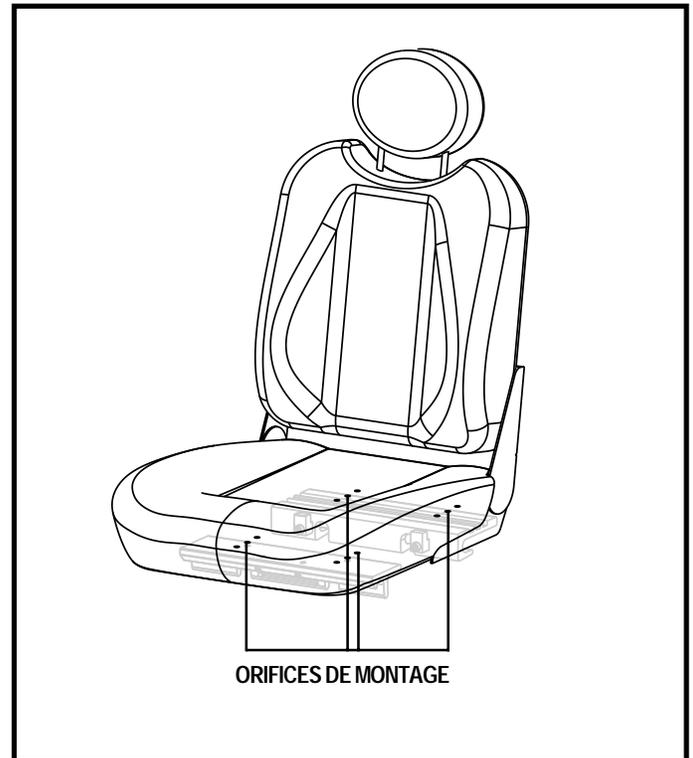

Figure 17. Orifices de montage du siège
5. Repositionnez les montants dans une paire différente d'orifices de montage. Vous devez régler les montants en ayant un nombre identique d'orifices devant et derrière la fixation sur chaque montant. Voir la figure 17.